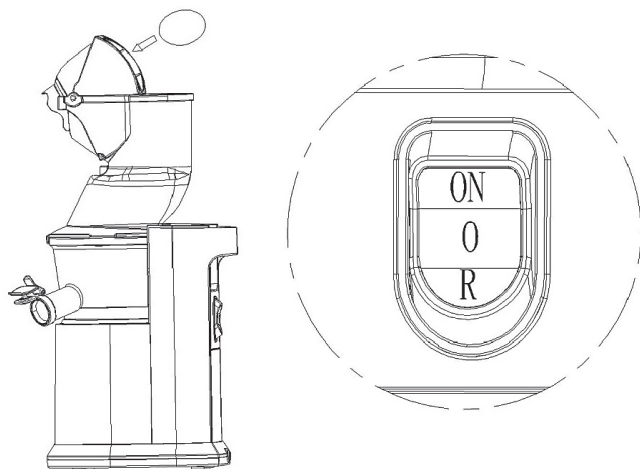

Fig. 6
3. L'extracteur à rotation lente a trois fonctions (Figure 6)